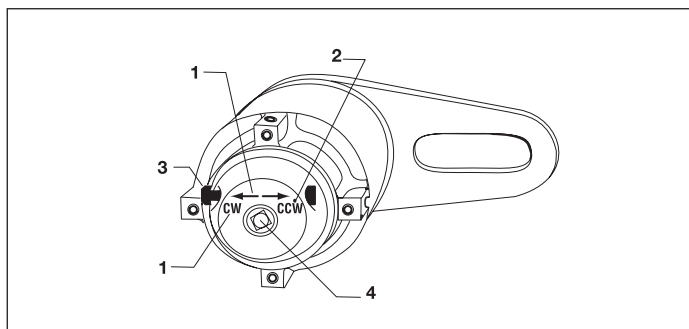

Abb. 3, Antriebsendendetail (Abbildung zeigt Einstellung für Drehung im Uhrzeigersinn))
Der Wählhebel (Abb. 3, Punkt 3) muss in die neutrale Position eingestellt werden und die Einstellschraube für die Neutralpositionierung (Abb. 3, Punkt 3) muss festgezogen werden, um den Wählhebel für den Betrieb des Kraftantriebsgeräts zu verriegeln. Er steuert die Drehrichtung des Drehmoment-Vervielfältigers für manuell aufgewandten Antrieb. (Nicht erhältlich für die Modelle E290+, E291, E391.) Verwenden Sie keinen Kraftschrauber für den Kraftantrieb, da dadurch Schäden an der Kraftübertragung des Vervielfältigers entstehen.
2. Stellen Sie die gewünschte Drehrichtung ein, indem Sie den Wählhebel (Abb. 3, Punkt 3) in die Richtung drehen, die von den Buchstaben und Richtungspfeilen auf dem Antriebsendgehäuse angegeben werden (Abb. 3, Punkt 1). **BEISPIEL:** Drücken Sie bei "CCW" für entgegen dem Uhrzeigersinn den Hebel bis zum Ende des Wegs in die vom "CCW"-Pfeil angegebene Richtung. Drücken Sie für Drehung im Uhrzeigersinn den Hebel in die umgekehrte "CW"-Richtung. (Nicht erhältlich für die Modelle E290+, E291, E391.)
Modelle mit Rücklaufsicherung: Wenden Sie mithilfe eines Drehmomentschlüssels genug Antriebsmoment auf, um die interne Rücklaufsicherung zurückzuziehen; halten Sie den Drehmomentantrieb und drücken Sie den Wählhebel (Abb. 3, Punkt 3) in die entgegengesetzte Position. (**BEISPIEL:** Hebel in Position "CW" erfordert ein Zurücksetzen in die Position "CCW".) Lockern Sie langsam das Antriebsmoment. (Nicht erhältlich für die Modelle E290+, E291 oder E391.)
Verwenden Sie einen zugelassenen nichtmechanischen Elektroantrieb bei den folgenden Modellen: (nur E391, E392, E393, E492, E493, E494 oder E495). Verriegeln Sie den Wählhebel in der neutralen Position, indem Sie ihn zwischen den Positionen "CW" und "CCW" zentrieren und die Einstellschraube festziehen (Abb. 3, Punkt 2).